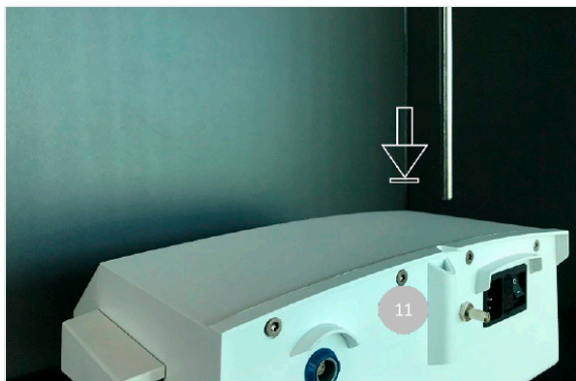

FIG. 4
- G. Alignez et fixez le support au logement prévu à l'arrière de la console (11) et suspendez la fiole ou le flacon de solution d'irrigation FIG. 4.